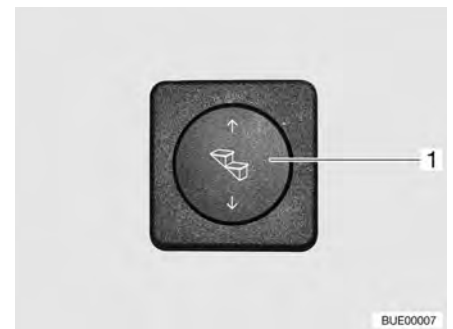

Bild 9 Brytare fotsteg
- Tryck nedtill på vippkontakten (Bild 9,1) och håll den intryckt (minst 3 sekunder) tills fotsteget har körts ut helt.
- Tryck upptill på vippkontakten (Bild 9,1) tills fotsteget har körts in helt.